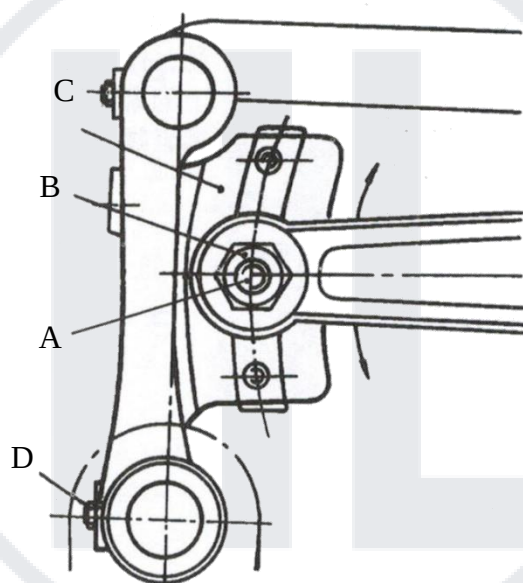

Рис. 10
- 2) Если устройство подачи не отрегулировано по центру в прорезях горловины. Ослабьте винты D на коромысле С (Рис. 10), при необходимости переместите коромысло вправо или влево. Затем затяните винты D.
Длина стежка может быть отрегулирована путем поднятия или опускания шпильки А в прорези сегмента устройства подачи С (Рис. 10). Опускание шпильки приведет к уменьшению стежка. Ослабив гайку В. (Для GK35 - 5 и GK35 - 6, пластина должна быть снята для регулировки.)